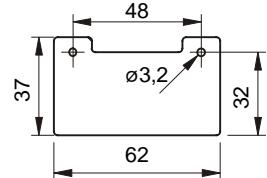

Fig. 4
3. Mount the base plate/lamp (Fig. 4) on the door frame with 2 screws (\varnothing max. 3 mm).
3. Grundplatte/Leuchtelement (Fig. 4) mit 2 Schrauben ø max. 3 mm auf Türzarge befestigen.